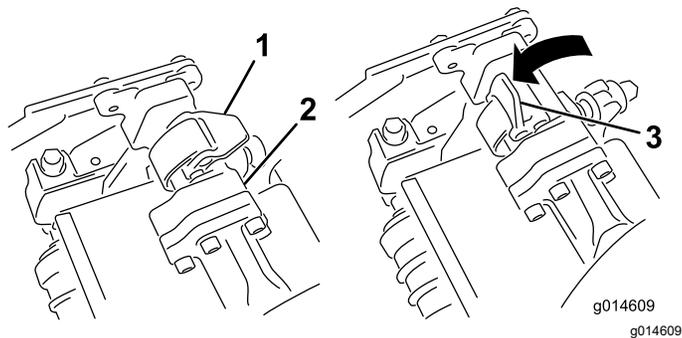

図 53
4. サスペンションアームのバーについているラッチ 図 53を開き、サスペンションアームを押し下げてバーをカッティングユニットの両方のピッチアーム
5. ラッチを下げて閉じるとカuttingユニットのバーがロックされてユニットがアームにセットされる **図 53**。
6. 取り外したいカッティングユニットのサスペンションアームのバーについているラッチを開く(図 53)。